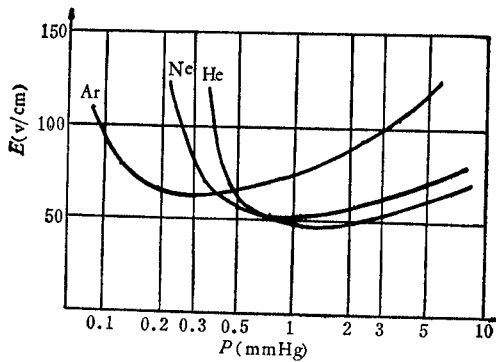

图3 氩、氖、氦的低频外电极放电着火电场强度与气压的关系。
(2) 只有当极间电场达到某一阈值时, 才出现第一对放电脉冲; 这时的电场强度称为着火电场强度. 实验测出了氦、氖、氩的着火电场强度与气压的关系, 如图3所示. 由图可见, 着火电场强度在某一气压下有最低值.
(3) 第一对放电脉冲出现后, 降低电源电压(30到50V)放电脉冲仍能维持; 但降低到某一阈值后, 放电脉冲就消失. 第二、三、... 对放电脉冲的出现和消失所需的极间电场强度相差不多.
(4) 放电脉冲的幅度几乎与外电场的强度无关, 而与着火电场的强弱明显相关, 即随